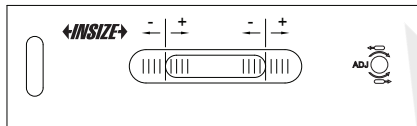

Fig.1
2. a) Faites glisser (et non poser) le niveau sur une surface propre, plane et lisse. Le côté '-' est à gauche et le côté '+' est à droite (Fig.1).